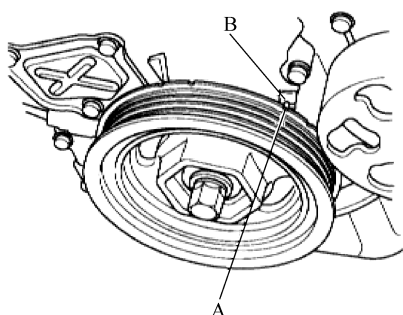

图 2-32 曲轴 TDC 标志与指针对齐
1) 转动曲轴带轮, 使其上止点 (TDC) 标记 (A) 与指针 (B) 对齐, 见图 2-32。